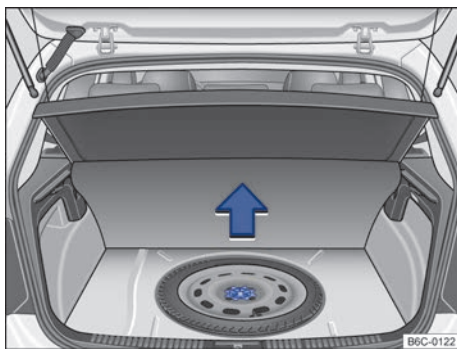

Fig. 120 En el maletero, por debajo del revestimiento del piso: rueda de emergencia y herramientas de a bordo.
Las herramientas de a bordo y la rueda de emergencia están ubicadas en el maletero, debajo de la moqueta → fig. 120.
- Levantar el revestimiento del maletero → fig. 120.